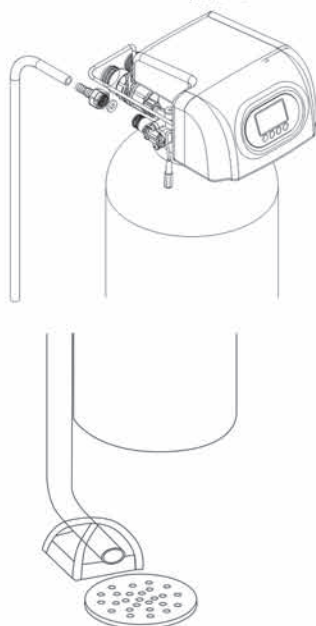

图1-4
⑤安装排水管路
- 如图1-4所示，排水软管插入排水接头；
- 绝对不能把排水管与下水道相连，须在二者之间留有一定的空隙，以防污水被虹吸到水处理器中，如图1-4所示。如需将排出的污水要作它用，可用相应的容器盛装，同样，排水管与盛装容器保持距离。